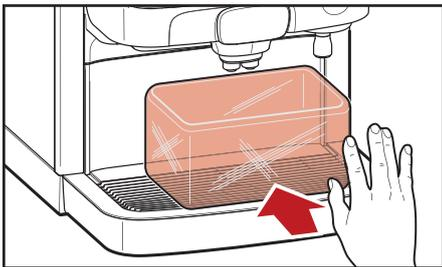

Fig. 5.5 - Posizionare il contenitore
7. Porre un contenitore sotto le bocchette delle bevande e dell'acqua calda (fig. 5.5)